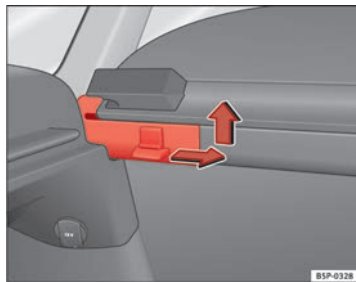

Abb. 125 Ausbau der Ablage
- Drücken Sie den seitlichen Stift in Pfeilrichtung, heben Sie die Ablage an und nehmen Sie sie ab ⇒ Abb. 125.